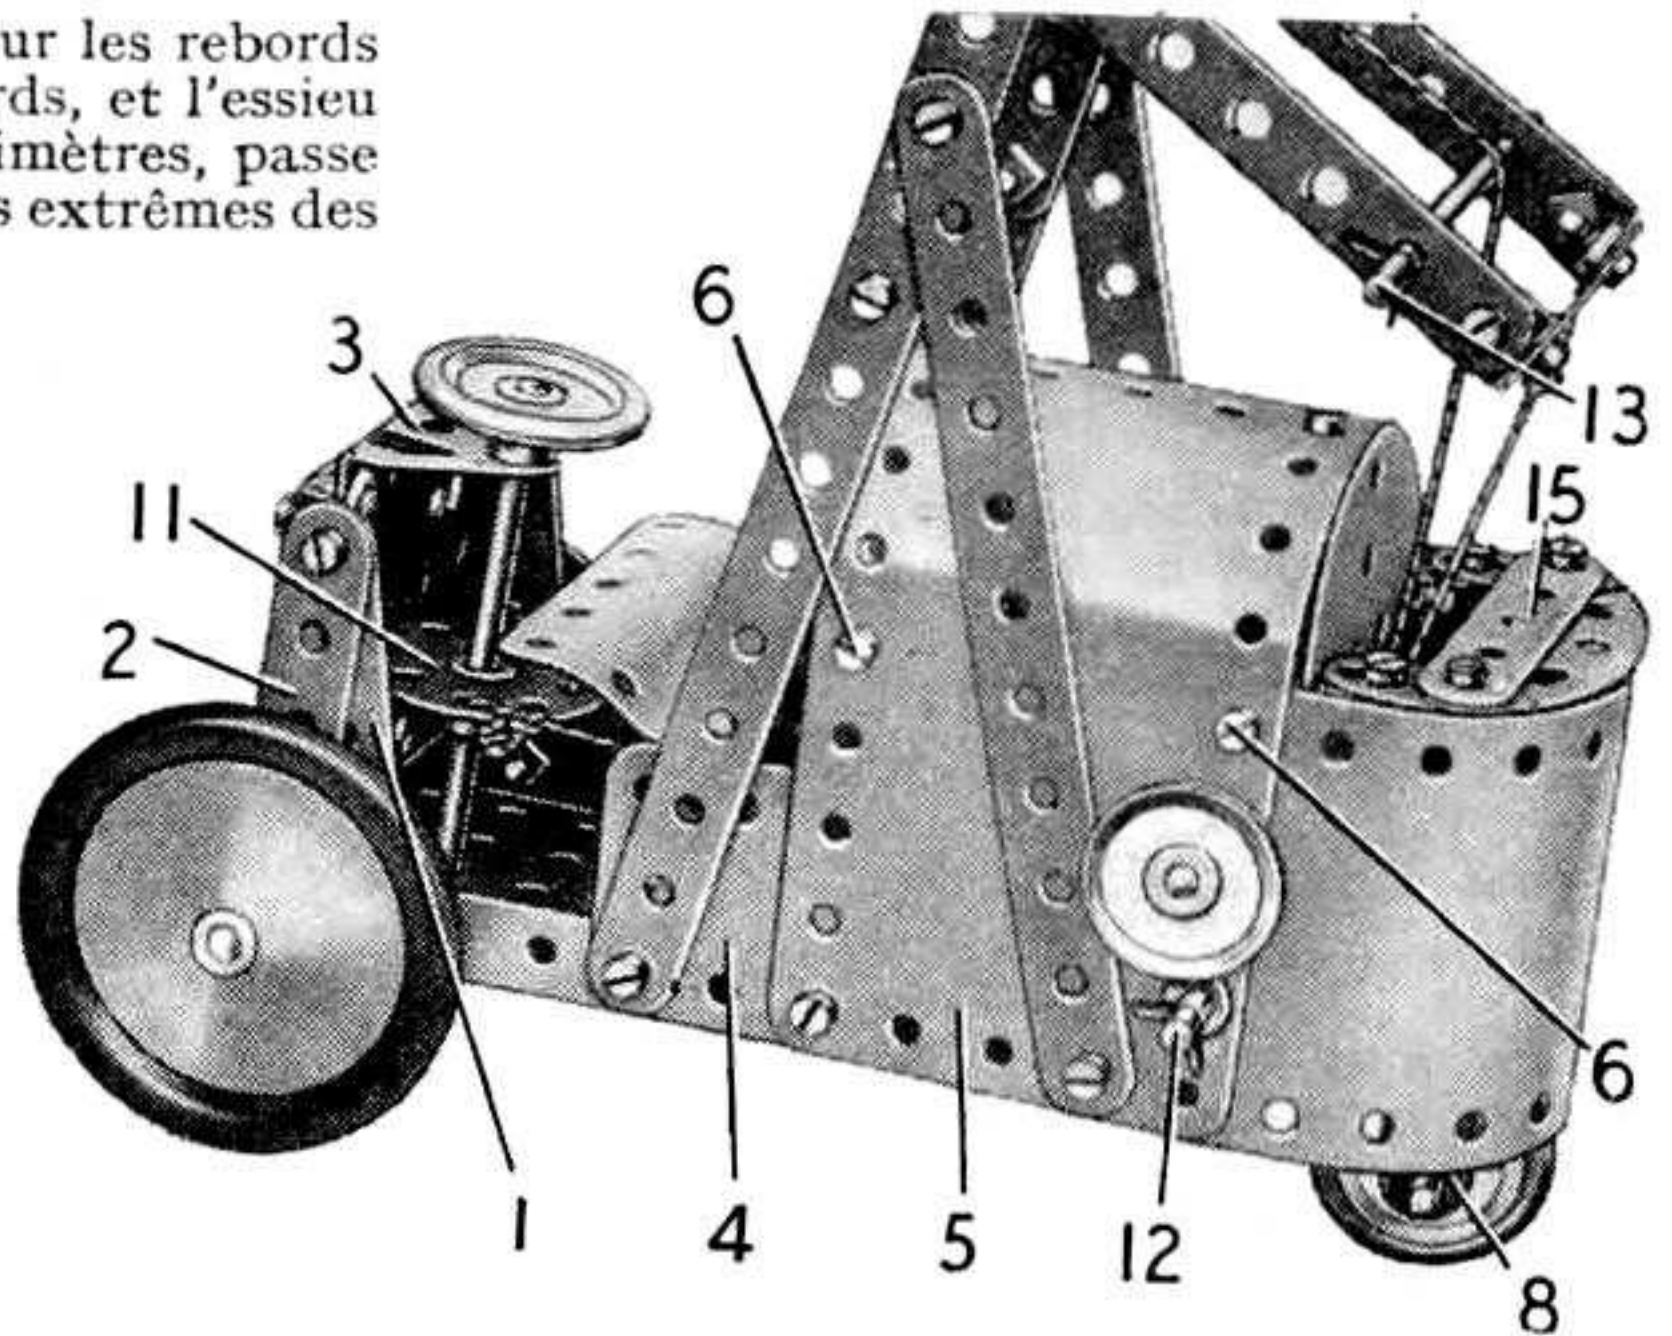

Fig. 3. — Détail de la direction et du système de commande de la roue arrière.
bandes (1) sont boulonnées sur les rebords latéraux de la plaque à rebords, et l'essieu avant, une tringle de 9 centimètres, passe dans les bandes (2) et les trous extrêmes des rebords. Une embase triangulée coudée (3) est fixée sur la plaque flexible comme le montre la figure 3.